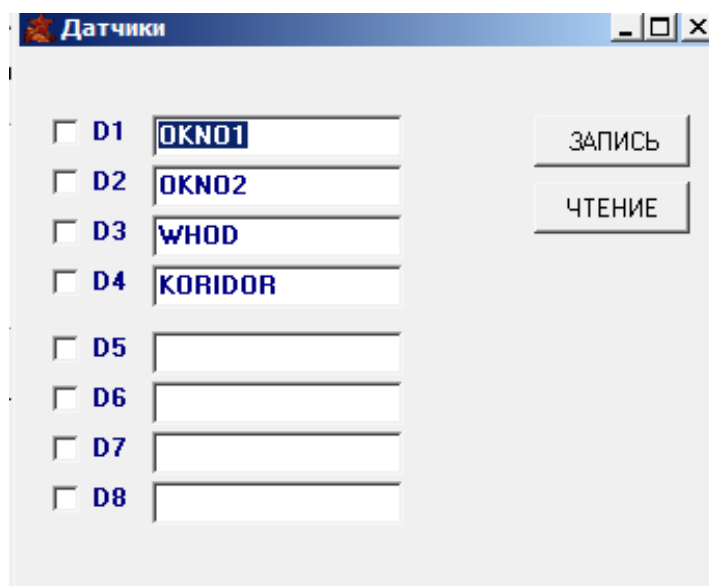

Рисунок 3.6
11. Имя. Д (рисунок 3.6) – возможность указать имя сработавшего датчика (латиница). Это имя, в случае срабатывания датчика, будет приходить в виде SMS-сообщения. Для чтения из устройства нажмите ЧТЕНИЕ, для записи – ЗАПИСЬ. Количество символов не более 15 (только латиница).